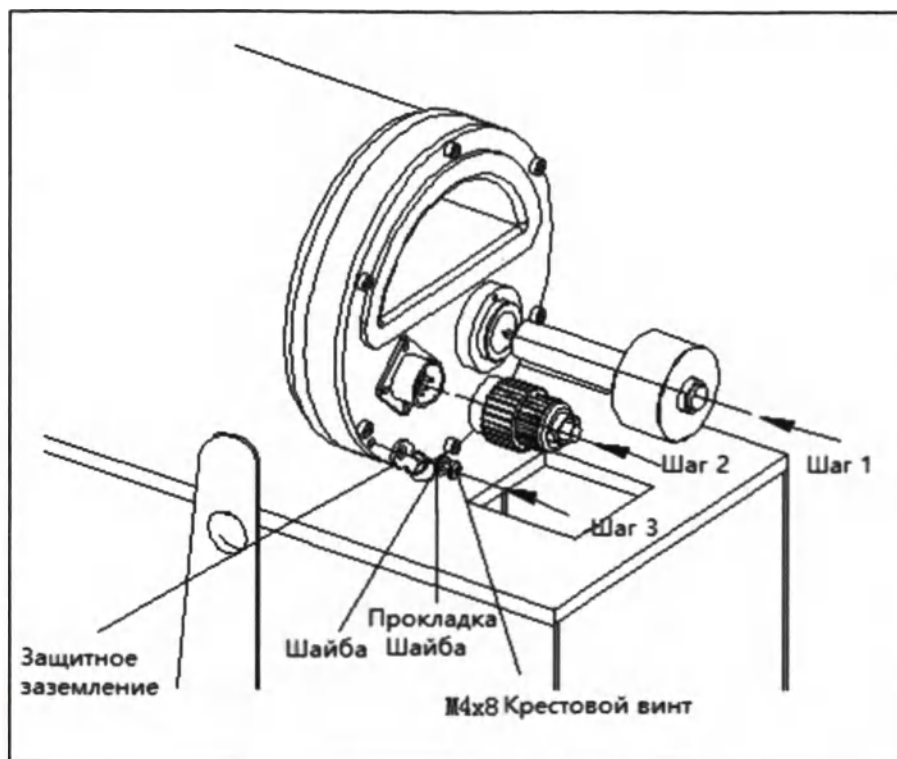

Рисунок 12 Схема соединения штекеров рентгеновской трубки
6. Зафиксируйте корпус рентгеновской трубки в соответствии со схемой с, представленной на рис. 12. Шаг 1: установите корпус рентгеновской трубки. Шаг 2: прикрутите болты корпуса.